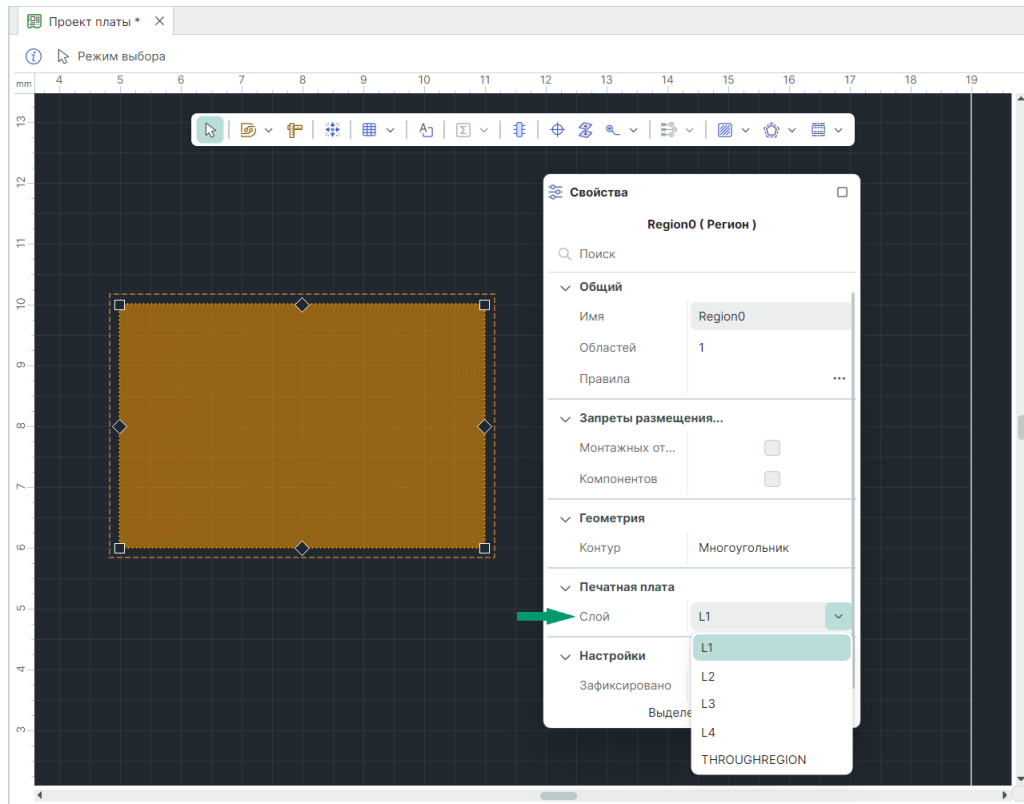

Рис. 165 Выбор слоя для региона
- Выберите слой, на котором будет размещен регион, в панели «Свойства» → «Печатная плата» → «Слой», см. Рис. 165. При выборе слоя THROUGHREGION регион будет использоваться на всех проводящих слоях печатной платы сразу.